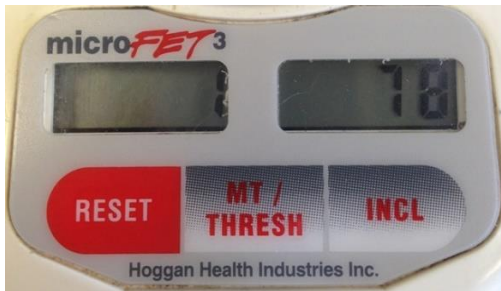

Abbildung 8. Beispiel für gespeicherte Neigungsmesser-Testergebnisse
- Das Gerät zeigt den gemessenen Winkel auf dem rechten Display und die Testnummer auf dem linken Display an (siehe Abbildung 8). Die Testergebnisse werden als ganze Winkel oder Ganzzahl angezeigt.